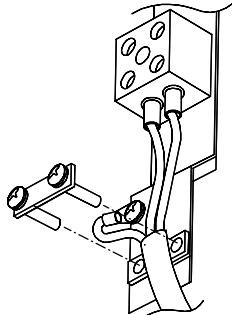

図 1
①本体の取付方法
2. 端子台に管灯回路電線を接続し、電線押えで固定してください。端子台への接続の際は管灯回路電線が、より線の場合、付属の棒端子(圧着部 1.25mm²～2mm²)を使用し、結線用のねじで確実に導電部を固定してください。また、アース端子を使用して D 種接地工事を行ってください。(図 1)